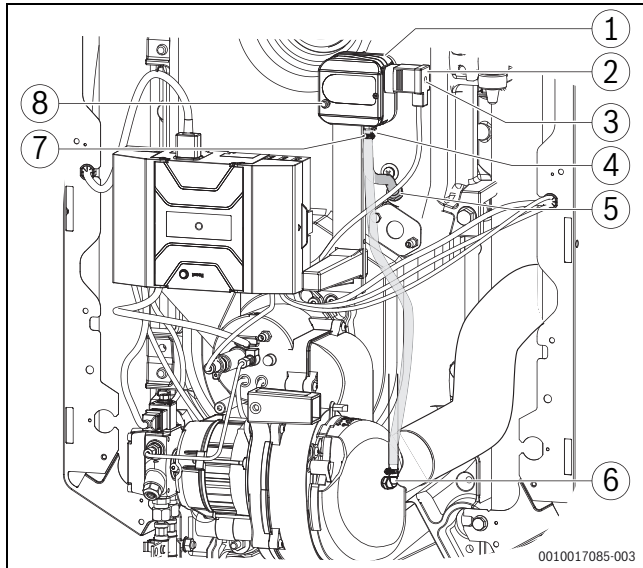

Fig. 34 Brûleur avec contrôleur de pression
- Desserrer la vis de sécurité [3] sur le connecteur [2] du contrôleur de pression [1] et retirer le connecteur (→ fig. 34).
- En cas de remplacement de pièces lors de travaux de réparation, veiller à l'affectation correcte des câbles de mesure conformément à la figure 34 !